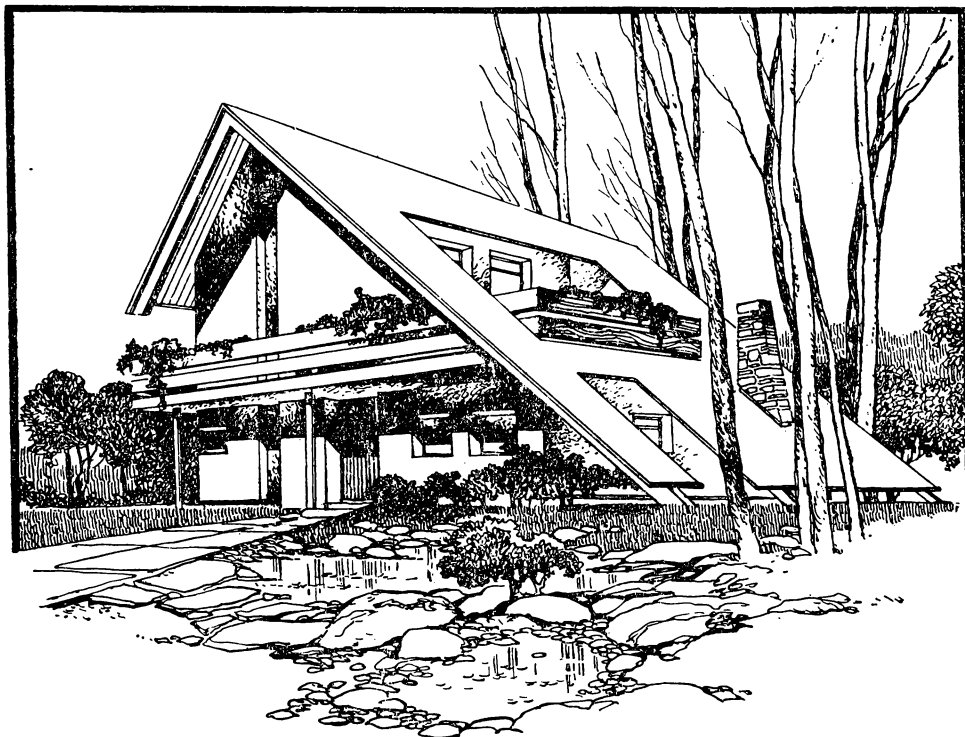

Рис. 11. Декоративный бассейн
**Декоративный пруд.** Глубина его невелика — до полуметра, форма произвольна, дноще овальное (рис. 11).